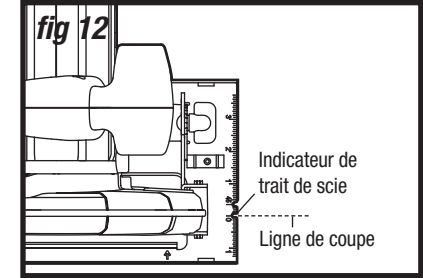

fig 12
Effectuer une coupe transversale ou de refente (Fig. 12 et 13)
1. Alignez l'indicateur de trait de scie de la semelle sur la ligne de coupe (Fig. 12) lorsque vous effectuez une coupe en biseau à 45°.